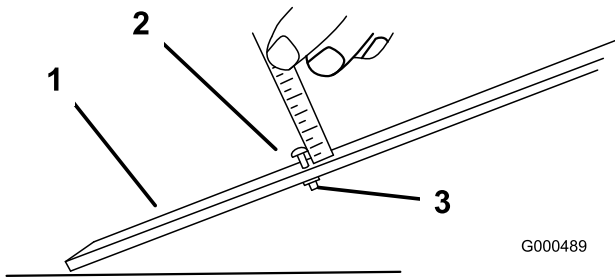

Bild 49
3. Lösen Sie die Mutter an der Messlehre (Bild 49) und stellen Sie die Einstellschraube auf die gewünschte Schnitthöhe ein. Der Abstand zwischen dem unteren